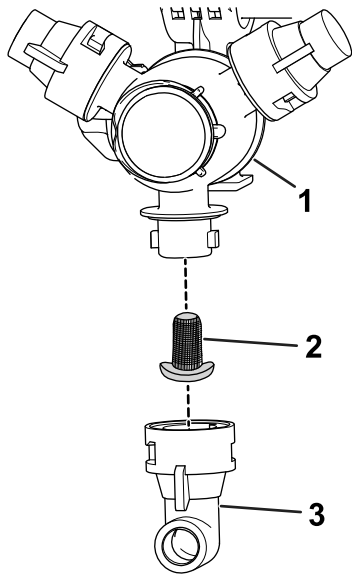

Figure 59
2. Déposez la buse de la tourelle de pulvérisation (Figure 59).
3. Retirez le filtre de buse usagé (Figure 59).
4. Montez le filtre de buse neuf (Figure 59).
5. Montez la buse sur la tourelle de pulvérisation (Figure 59).